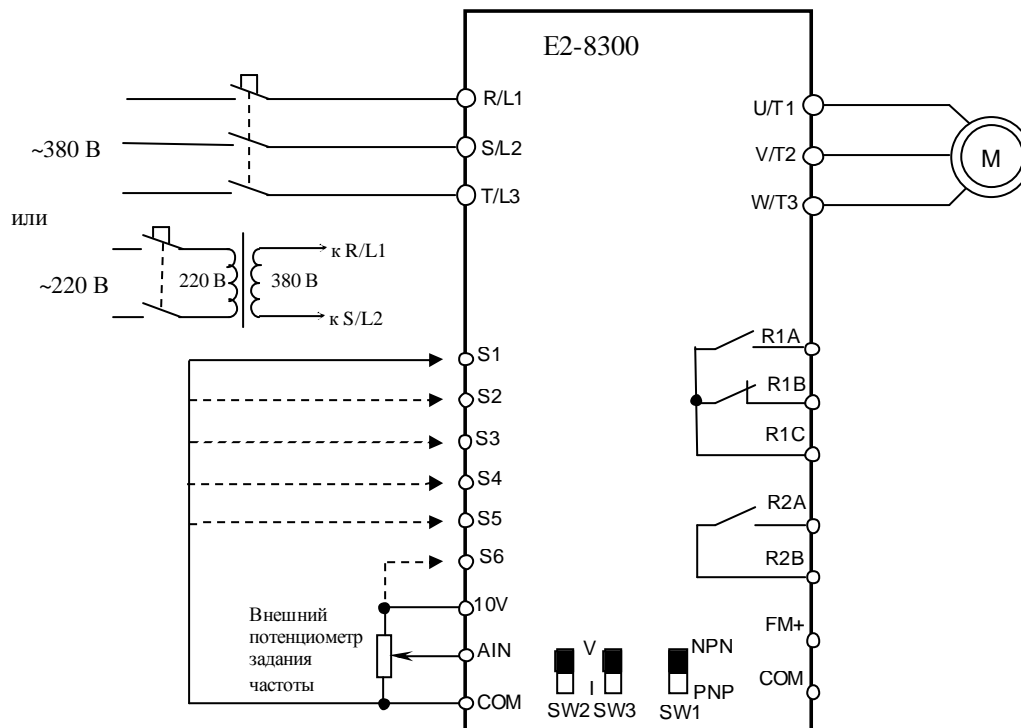

Рис. 4.13 Диагностика цепей управления E2-8300-025H...-030H v.2.8 и ниже.
- 4.13.1. Подключить электродвигатель к выходным клеммам T1, T2, T3 (рис.4.13).